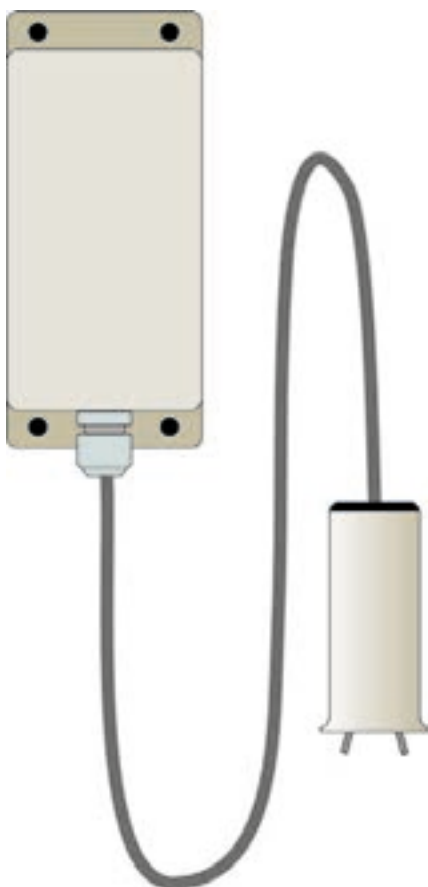

BILD 1
A. En sändare som installeras i tanken eller pumpbrunnen med en nivågivare som övervakar vätskenivån. (Bild 1)
Förpackningen innehåller en sändare med nivågivare (Bild 1) och en mottagare med nätadapter (Bild 2) som är kodade parvis så att varje mottagare enbart reagerar på larm från sin egen sändare.